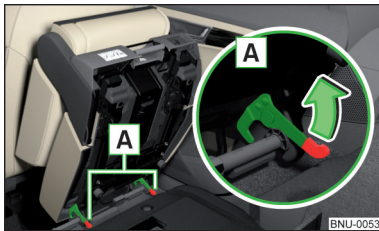

Abb. 87
- Den Sitz am Ende der Führungsstangen durch Drücken der Sitzverriegelungen **A** in Pfeilrichtung verriegeln » Abb. 87.
- Ist der Sitz ausgebaut, dann diesen zuerst auf die Führungsstangen setzen und mit den Sitzverriegelungen **A** verriegeln » Abb. 87 auf Seite 89. Durch Hochziehen prüfen, dass der Sitz richtig verriegelt ist.